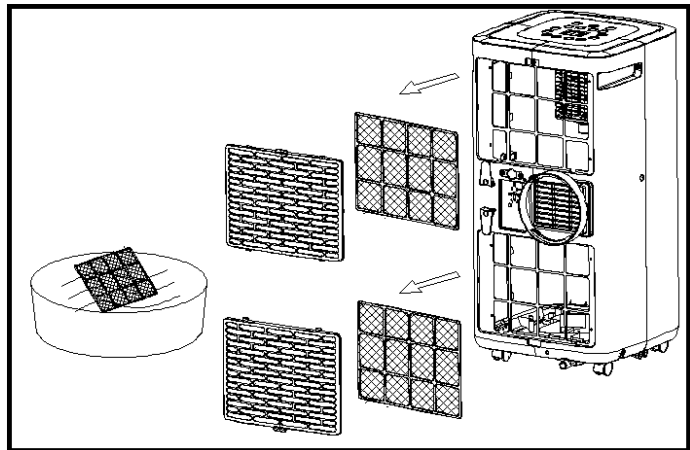

Afb. 4
- Continue drainage (alleen in ontvochtigingsmodus): verwijder de rubberen stop aan de onderkant van het apparaat en sluit een afvoerslang aan op de opening. Laat het water in een container lekken (afb.4).